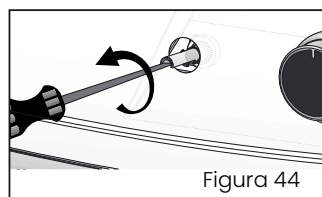

Figura 44
- Con la ayuda de un destornillador perillero, de longitud mayor a 3 pulgadas y de punta plana, lleve el tornillo hasta la posición indicada en la figura 44 según sea el caso.